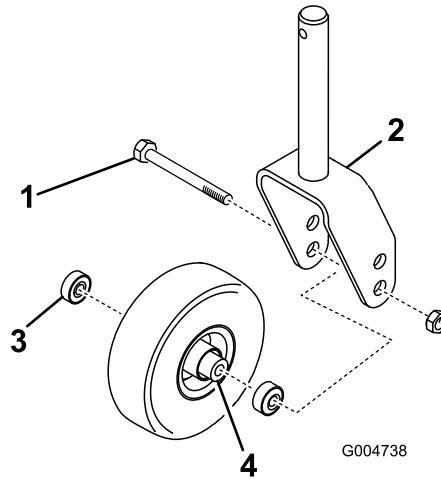

Figure 28
- Enlevez le contre-écrou du boulon qui fixe la roue pivotante à la chape (Figure 28). Maintenez la roue pivotante et sortez le boulon de la fourche ou du bras pivotant.
- Roulement (2)
- Enlevez le roulement du moyeu de la roue et laissez tomber la douille d'écartement à l'extérieur (Figure 28). Enlevez le roulement de l'autre côté du moyeu.